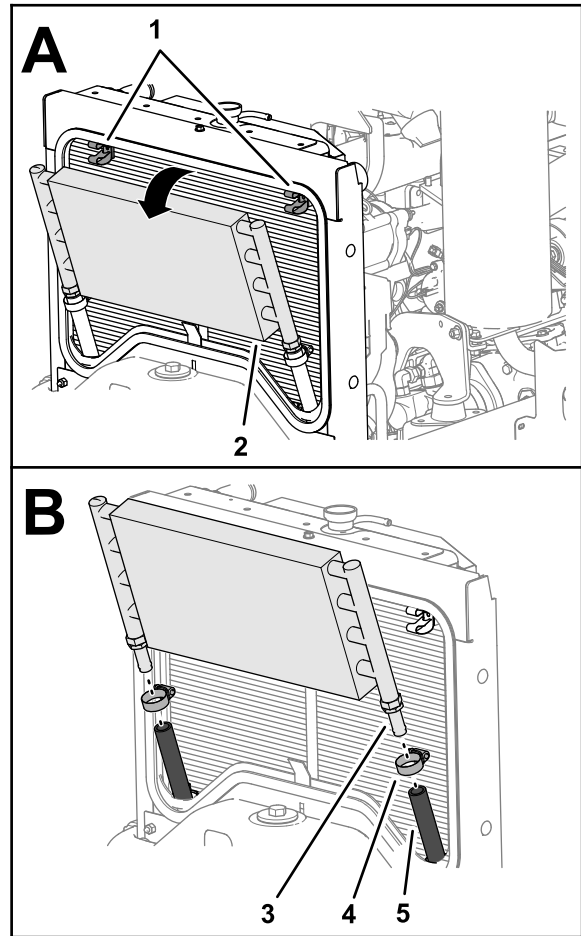

Bild 14
4. Ziehen Sie die Oberseite des Hydraulikflüssigkeitskühlers nach hinten und aus den beiden Greiferklammern heraus (Bild 14).
5. Entfernen Sie die beiden Schlauchklemmen, mit denen die Schläuche an den gezahnten Anschlussstücken am Boden des Hydraulikflüssigkeitskühlers befestigt sind (Bild 14).
6. Trennen Sie den Kühler von den Schläuchen ab und entfernen Sie den Kühler von der Maschine (Bild 14).